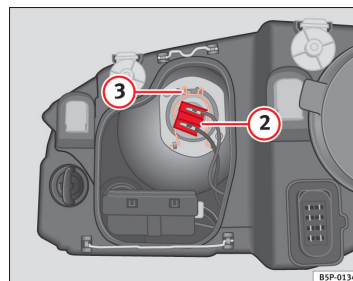

Fig. 165 Nærlys
- Træk stikket ⇒ Fig. 165 ② af pæren.
- Tag fjederen ⇒ Fig. 165 ③ af ved at trykke den ind og dreje mod højre.